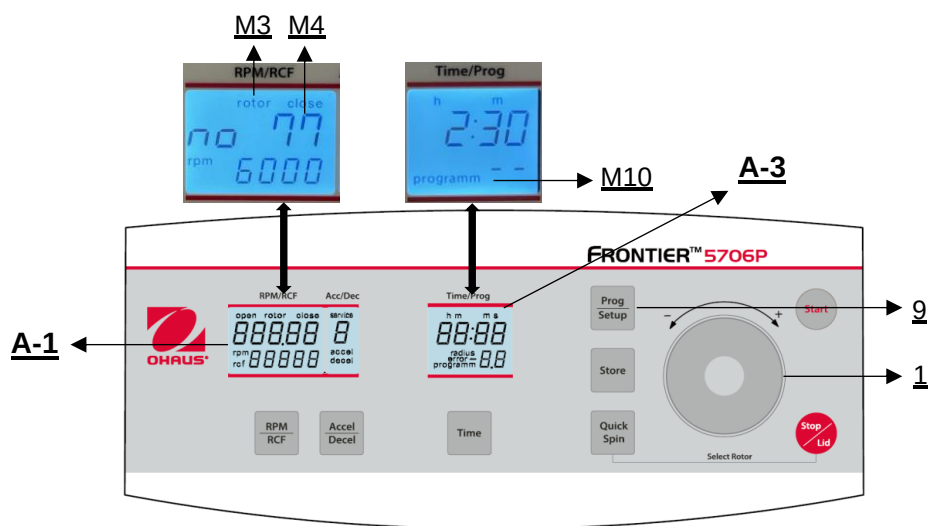

Figura. 24
Para recuperar los programas almacenados, pulse la tecla **"Prog/Setup"** (9) (véase la figura 24) con la tapa ya cerrada. En la pantalla **"Time/Prog"** (A-3) aparece **"program--"** (M10). El número de programa deseado puede preseleccionarse con la rueda táctil (1).
Para salir del modo de programación basta con pulsar la tecla **"Prog/Setup"** (9) (véase la figura 24). A continuación, en la pantalla